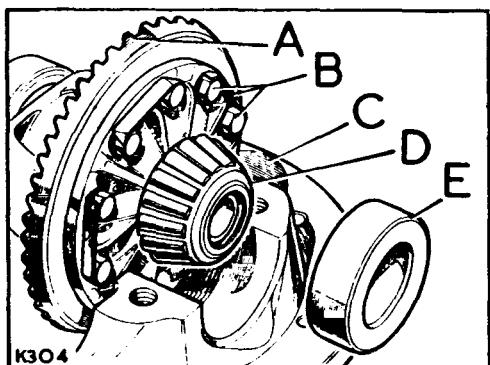

Fig. E1-59.- Conjunto de corona
6.13.- Mantener en posición las pistas exteriores de los cojinetes del diferencial y colocar el conjunto diferencial y corona sobre el cárter del piñón de ataque (Fig. E1-59).